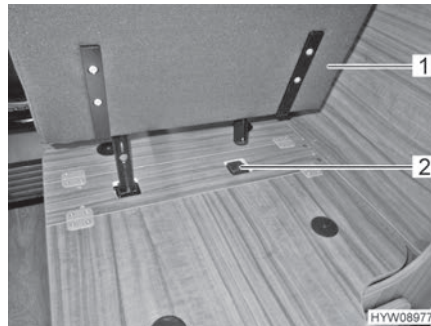

Bild 35 Sätt i den hopfällbara stolen i hållaren
- Sätt den hopfällbara stolen (Bild 35,1) i hållaren (Bild 35,2).